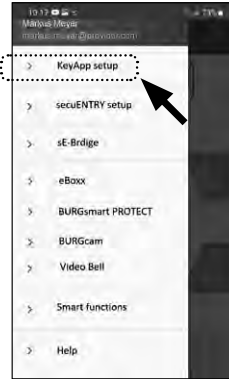

Abb. 43
- 3 Tippen Sie den Menüpunkt „KeyApp setup“ (Abb. 43) an.